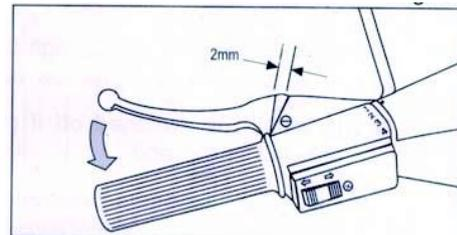

Abb. 23
- 3.1 Ziehen Sie den Kupplungshebel zum Lenker um den Motor zu entkuppeln. (Abb. 23)